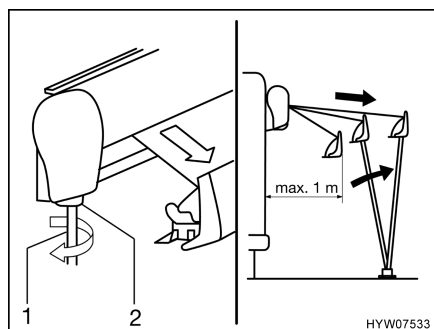

Fig. 10 Ouvrir le store extérieur
- Introduire la manivelle (Fig. 10,1) dans la douille à baïonnette (Fig. 10,2) du store extérieur et tourner dans le sens inverse des aiguilles d'une montre.